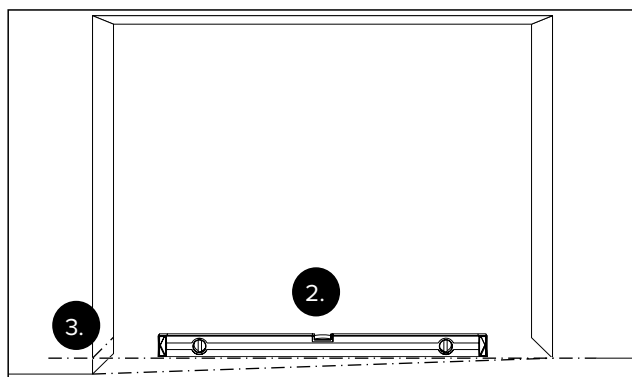

Рис. 7 Определение самой высокой точки в зоне движения створок.
2. Определите самую высокую точку пола в зоне движения створок с помощью уровня (рис. 7).
3. Перенесите самую высокую точку пола на стену (рис. 7).